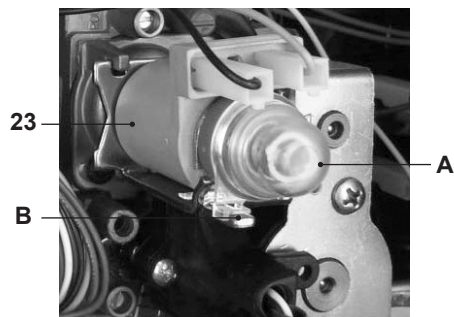

Fig. 7.9
- Rimuovere il cappuccio di protezione "A" dell'operatore modulante **23** in Fig. 7.9 ruotandolo in senso orario per liberarlo dal fermo "B" e facendo leva con un cacciavite piatto nella scanalatura.